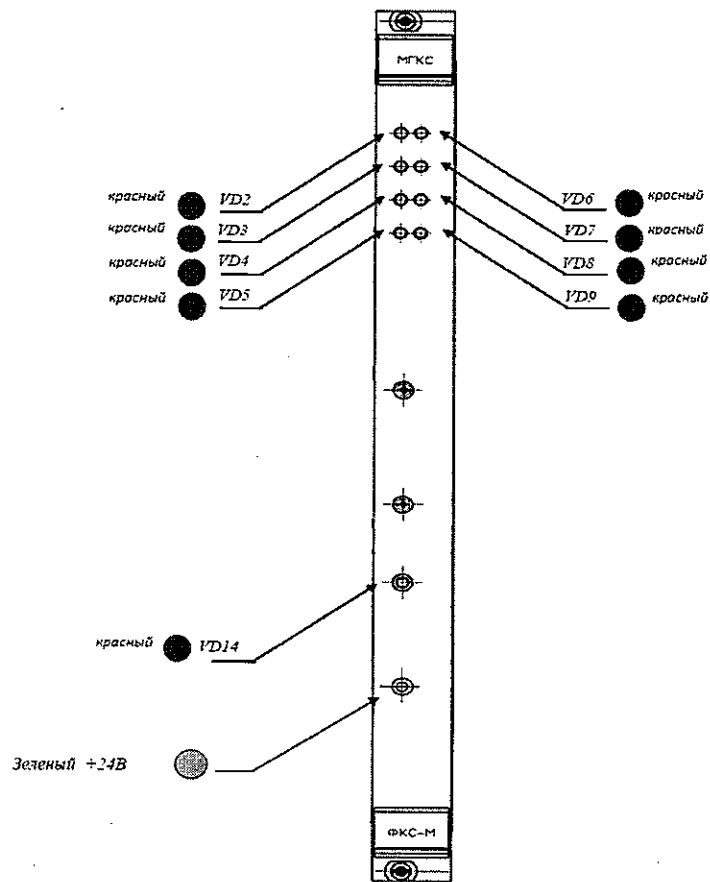

Рис.1 – Лицевая панель ячейки ФКС-М модуля МГКС
7.2.5 Индикация режимов работы (Рис.1) схемы безопасности и режимов работы МКРЦ на лицевой панели ячейки ФКС-М должна соответствовать данным таблицы 3 Приложения А.